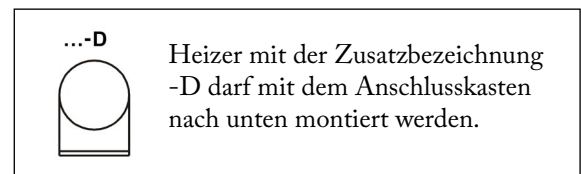

Abb. 3
- Eine Montage mit nach unten gerichtetem Anschlusskasten ist nicht zulässig. Heizer mit der Zusatzbezeichnung ...-D dürfen mit dem Anschlusskasten nach unten montiert werden, da sie speziell für diese Einbaulage ausgelegt sind, siehe Abbildung 3.